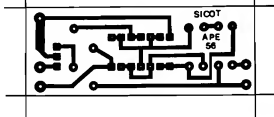

FIG. 3-P
- FIG. 3-P - LAYOUT DO CIRCUITO IMPRESSO ESPECÍFICO - Vista em tamanho natural (o que facilita muito a cópia direta, simplificando a confecção final...) a plaquinha de Circuito Impresso específica para a montagem detalha, em preto, as áreas cobreadas que devem restar após a corrosão na solução de Percloroeto de Ferro... As áreas em branco representam a superfície da placa **livre**